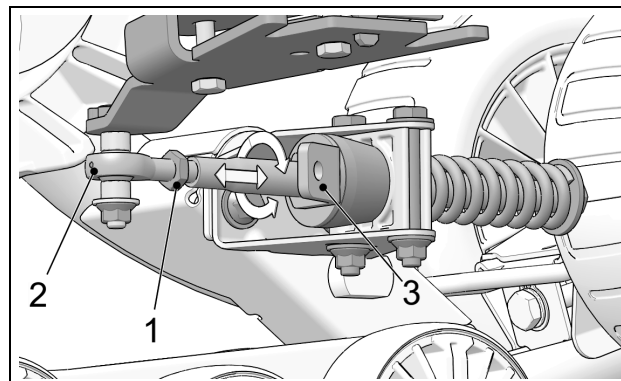

Figure 6
- Desserrer le contre-écrou (1) de l'embout à rotule. Ajuster la longueur de l'embout (2) en tournant le support de limiteur de conduite (3) au bras stabilisateur à l'aide d'une clé 30 mm [1 3/16 po] jusqu'à ce que la bulle du niveau soit parfaitement centrée. Voir la Figure 6.